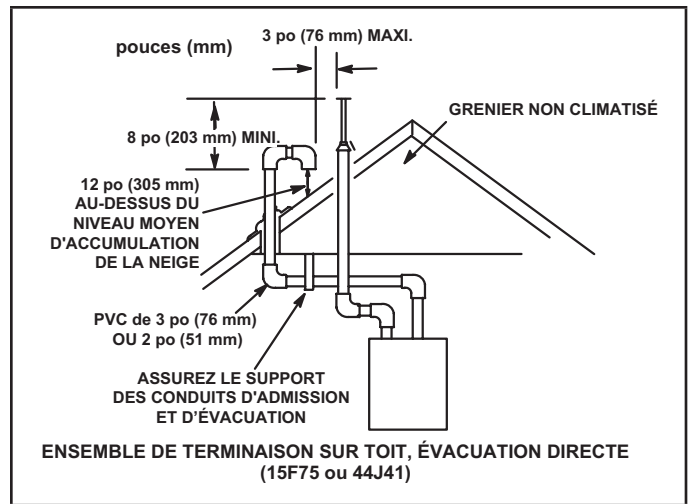

Figure 34
Les conduits d'admission et d'évacuation peuvent être acheminés soit horizontalement à travers un mur extérieur, soit verticalement à travers le toit. Pour les installations sous comble ou dans un placard, il est préférable d'utiliser une terminaison verticale à travers le toit. Les Figure 34 à Figure 41 illustrent des terminaisons typiques.
- 3 - Avec les terminaisons sur toit, le conduit d'admission doit comporter deux coudes à 90° et se terminer verticalement vers le bas (reportez-vous à la Figure 34).